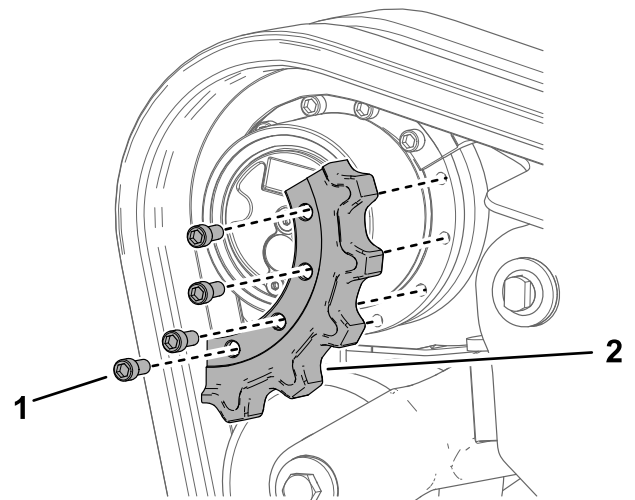

Figure 68
1. Vis (4)
12. Déposez le segment du pignon (Figure 68).
7. Appliquez du frein-filet sur les boulons du segment du pignon d'entraînement que vous avez déposé et posez le segment (Figure 68). Serrez les boulons à un couple de 247 à 301 N·m (182 à 222 pi-lb).